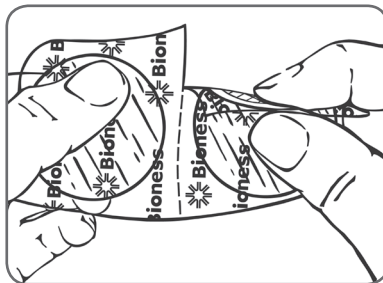

図 20 :新しい電極を切り分けているところ
4. ミシン目に沿って新しい電極を切り分けます(図 20 を参照)。